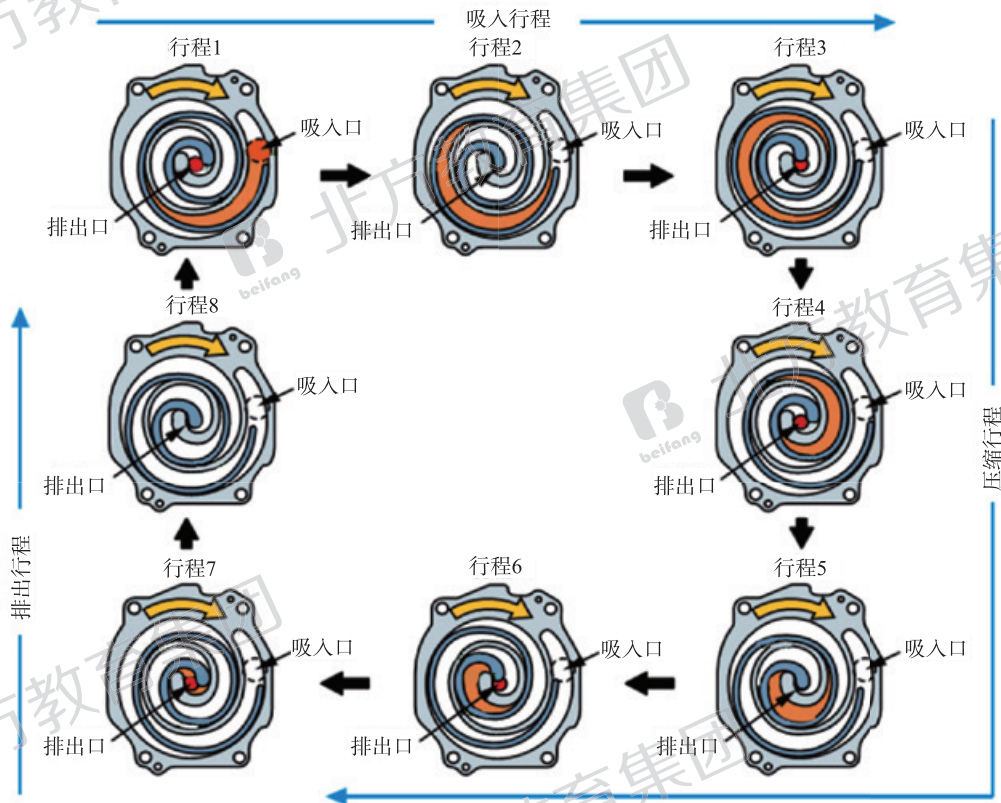

图2 涡旋式压缩机的工作过程
(3) 涡旋式压缩机的工作过程 涡旋式压缩机的工作过程如图 2 所示。